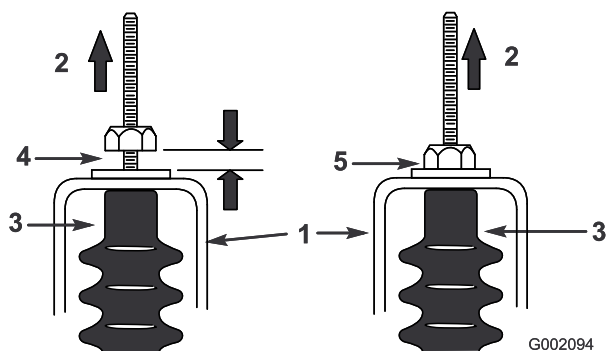

Figure 59
5. Tirez sur chaque câble de sélection et vérifiez qu'un espace de 0,76 à 1,52 mm existe entre l'écrou/la rondelle et la patte de réglage du point mort (Figure 59).